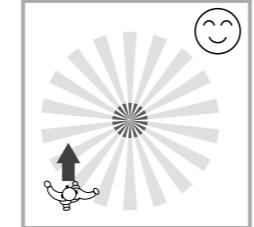

Figure 2
- 3.1.2 Soyez attentif au test de marche. Le détecteur est plus sensible aux mouvements à travers les segments et moins lorsque le mouvement s'effectue vers le segment. (Voir figure 2).